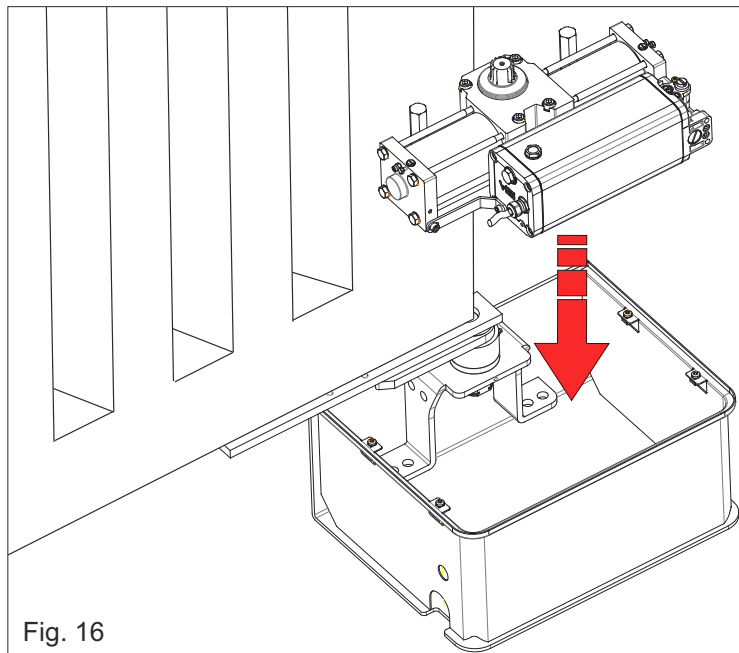

Fig. 16
5.1. Coloque el operador en correspondencia de la caja de fundación y insértelo verticalmente, teniendo cuidado de colocarlo en la dirección correcta, como se muestra en la Fig. 16